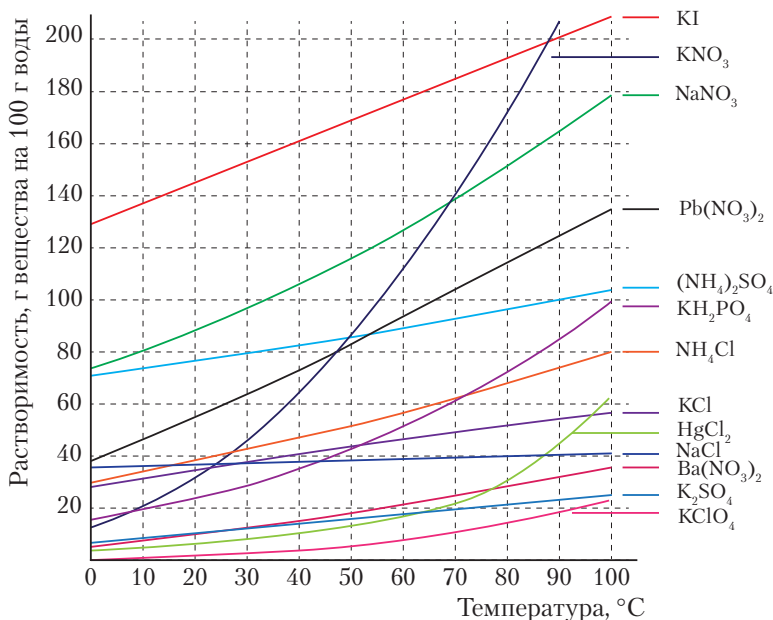

Рис. 51. Зависимость растворимости твёрдых веществ от температуры
Растворимость *твёрдых* и *жидких* веществ зависит от их природы и температуры раствора. С увеличением температуры растворимость большинства твёрдых веществ и жидкостей заметно возрастает (рис. 51). При охлаждении, соответственно, растворимость уменьшается и часть вещества выпадает в виде осадка — кристаллизуется.
4. Даны соединения: хлороводород, нитрат калия, хлорид калия, хлорид натрия, оксид серы(IV), аммиак. С помощью кривых растворимости (рис. 51), а также знаний о растворимости газов определите вещества, растворимость которых в воде при повышении температуры: а) возрастает; б) практически неизменна; в) уменьшается.
6. По кривым растворимости (рис. 51) найдите растворимость солей: нитрата натрия, хлорида аммония и хлорида натрия при $20\text{ }^\circ\text{C}$, $50\text{ }^\circ\text{C}$, $70\text{ }^\circ\text{C}$.